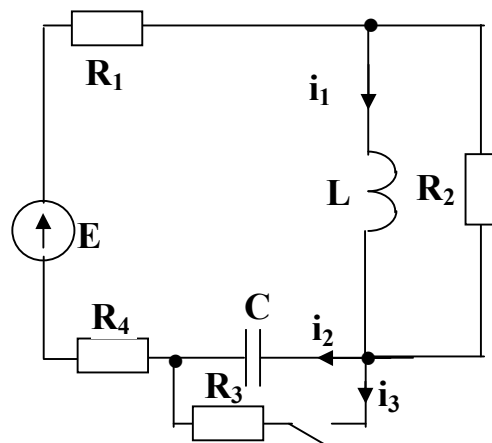

Рис. 4.2
1. Уравнения для изображений схемы (рис. 4.2) рекомендуется составлять по методу узловых потенциалов.